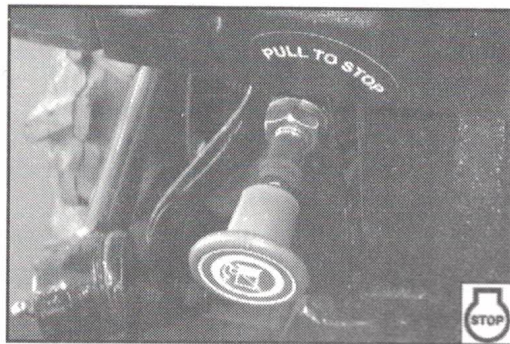

Рис. 4.3.4 (модель 20)
- Поверните ключ зажигания в положение «Выкл.». Выключите двигатель, потянув на себя ручку ручного тормоза до полной остановки двигателя (рис. 4.3.4).